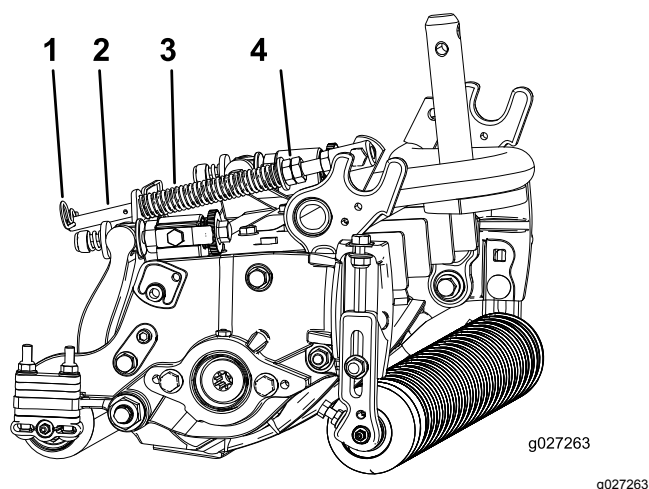

Figure 19
1. Vérifiez que la goupille fendue est insérée dans le trou de la tige de ressort (Figure 19).
2. Serrez les écrous hexagonaux à l'extrémité avant de la tige de ressort jusqu'à ce que la longueur du ressort comprimé soit égale à 12,7 cm ; voir Figure 19.